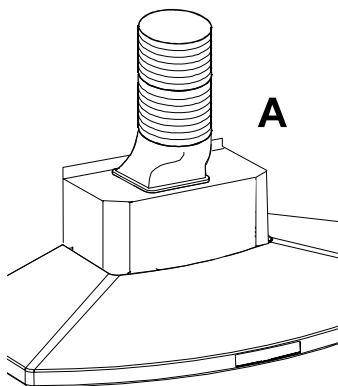

Bild 1
- Die Luft wird mit Hilfe eines an den Abluftstutzen **A** anzubringenden Rohres ins Freie geleitet. **Bild 1.**